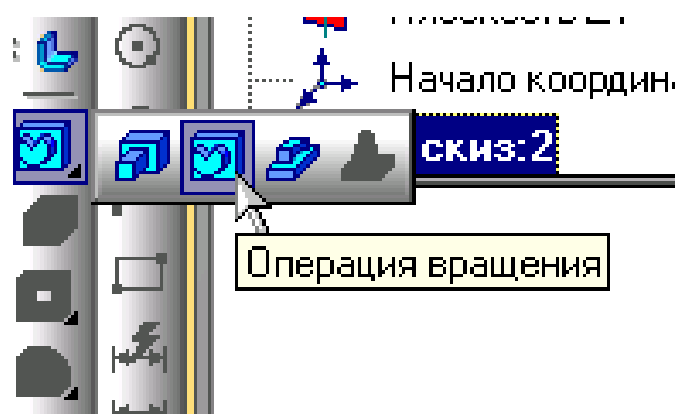

Рис. 3.3.9
6. Виділяємо створений ескіз в **Дереве модели** і застосовуємо до нього операцію обертання. Для цього викличте з меню **Операции** команду **Операция вращения** або натисніть кнопку **Операция вращения** на Панелі управління, рис. 3.3.9.